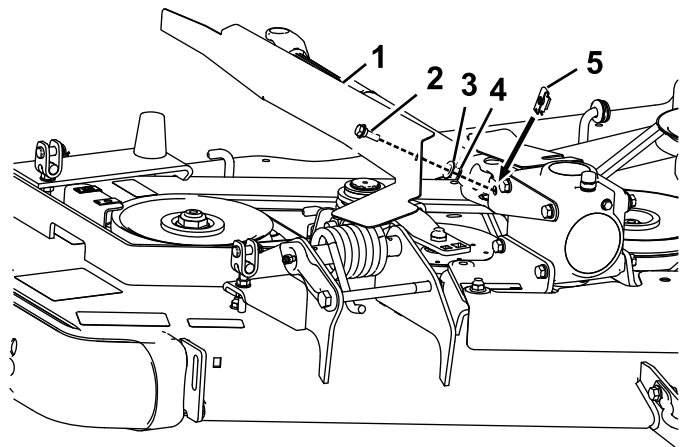

Bild 8
1. Legen Sie die Befestigungsmutter auf das leere Loch in der Schwenkhalterung (Bild 8).
2. Befestigen Sie die Ansatzschraube, Flachscheibe und Steckmutter am Antriebswellen-Schutzblech (Bild 8).
3. Stecken Sie das Ende des Antriebswellen-Schutzblechs in die Schutzblechstütze, die Sie in Schritt 5 montiert haben, und befestigen Sie gleichzeitig das andere Ende des Schutzblechs mit der Ansatzschraube an der Befestigungsmutter in der Schwenkhalterung (Bild 8).